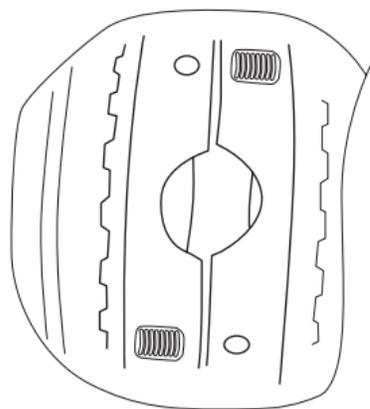

Рис. 10
15. Поверните блокировку до совмещения пазов в муфтах с отверстием под ось сателлитов в дифференциале и установите ось сателлитов (рис. 10, 11).